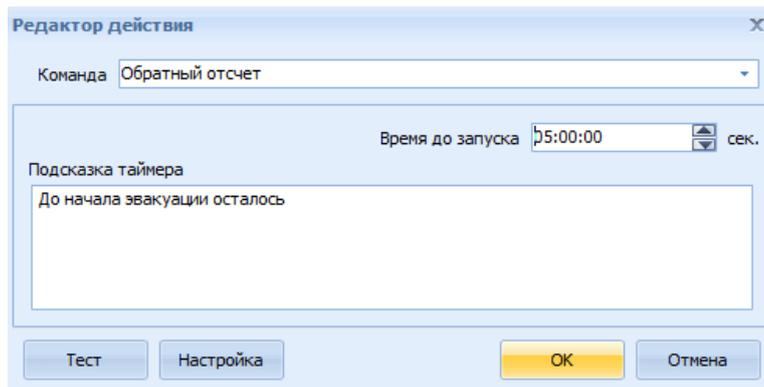

Рисунок 7.48 Окно редактор действия: Обратный отсчет
- При выборе действия «Обратный отсчет» в поле **Подсказка таймера** можно ввести сообщение, а в поле **Задержка** – время, которое будет отсчитываться при отображении данного сообщения в приложении «Оперативная задача» (например, можно ввести сообщение «До запуска пожаротушения осталось ...с.» с обратным отсчетом времени). Чтобы проверить работу команды на запуск следует нажать кнопку **Тест** (Рисунок 7.48).